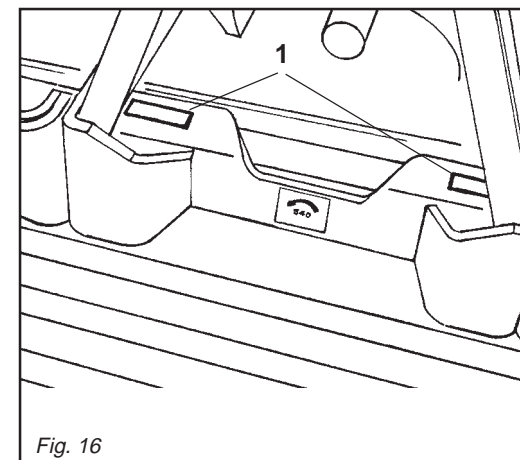

Fig. 16
Anteriormente il carrello è provvisto di 2 pattini di guida (1 Fig. 16), che possono essere sostituiti in caso di usura.
*At the front, the carriage has two guide pads (1 Fig. 16) that should be replaced when worn.*
- Les 2 patins de guidage (1 Fig. 16) prévus à l'avant du chariot peuvent être remplacés en cas d'usure.
- 3- Deslizar el carro hasta la posición deseada y luego apretar los dos tornillos de fijación carro. El carro anteriormente está dotado de 2 patines de guía (1 Fig. 16) que se pueden sustituir si se desgastan.